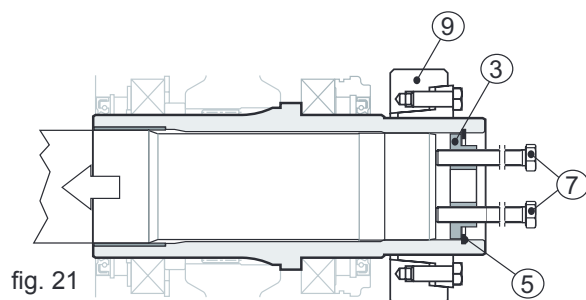

fig. 21
Retirer de leur siège, la vis de fixation (pos. 6), le fond (pos. 8). Insérer dans les deux orifices filetés présents sur le fond (pos. 3) 2 vis (pos. 7), visser jusqu'à les appuyer à l'arbre de la machine (pos. 1), continuer à visser de façon alternée, en faisant au maximum un tour à la fois (voir fig. 21).